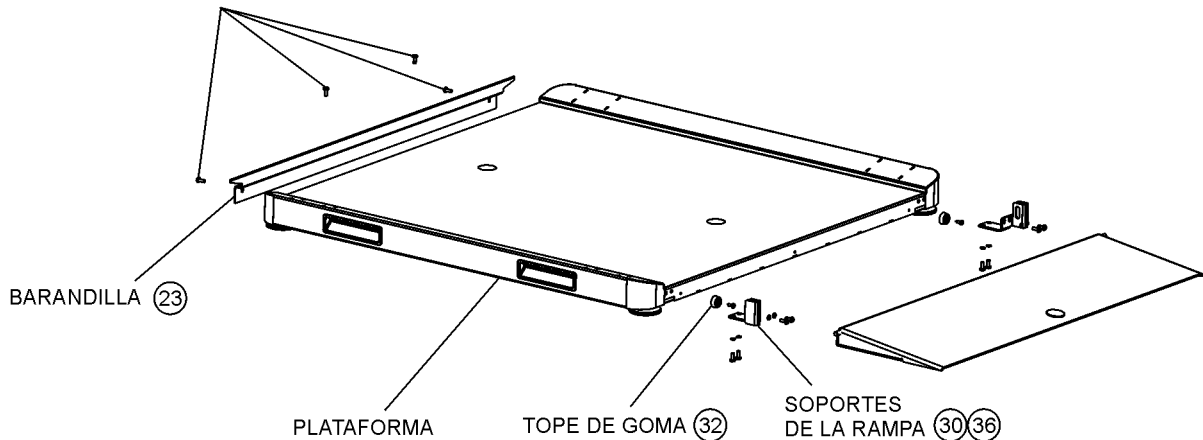

Figura 3. Moviendo la Rampa
1. Remueva la barandilla al final de la plataforma desatornillando 4 tornillos.(ver Figura 3)